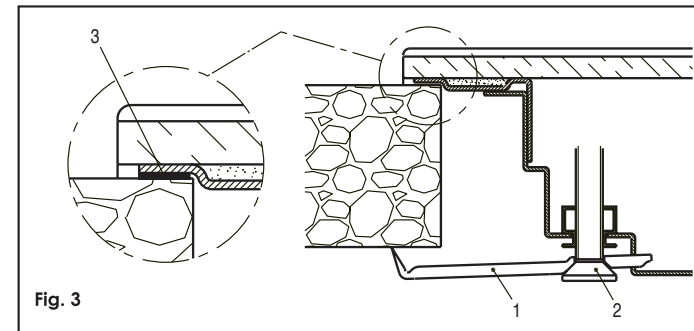

Fig. 3
- Introduzca la parrilla eléctrica en el hueco y fíjela mediante las 4 piezas de agarre (1), apriete los 4 tornillos (2) (Mostrados en la fig. 3).
- Asegúrese de que la junta esté bien colocada (3) (Como se muestra en la fig. 3) y de que el cable de alimentación no esté aplastado ni retorcido.